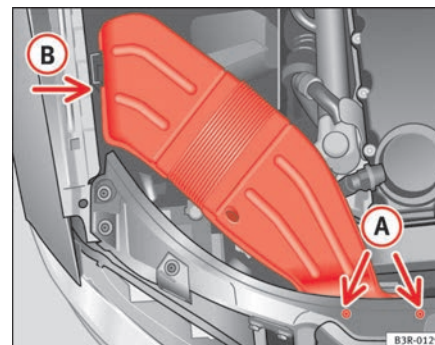

Fig. 199 Conducción de ventilación en el lado derecho del vehículo
- Desenrosque los tornillos **(A)** ⇒ fig. 199.